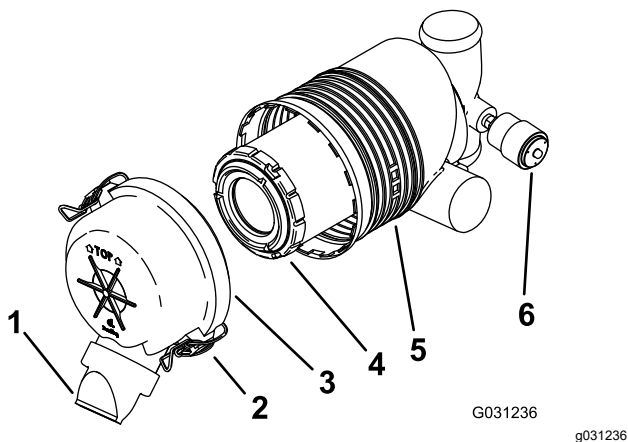

Figure 41
Important: Remplacez le filtre à air uniquement quand l'indicateur de colmatage est rouge (Figure 41). Changer le filtre à air prématurément ne fait qu'accroître le risque de contamination du moteur par des impuretés quand le filtre est déposé.
5. Ouvrez les verrous du filtre à air et détachez le couvercle du boîtier du filtre (Figure 41).
- Si l'indicateur de colmatage est transparent, reposez le couvercle du filtre à air, en orientant le capuchon protecteur vers le bas, et fermez les verrous (Figure 41).
- Sortez l'élément filtrant du boîtier du filtre avec précaution (Figure 41).
- Installez l'élément filtrant avec précaution (Figure 41).
- Reposez le couvercle du filtre à air, le capuchon protecteur dirigé vers le bas, et fermez les verrous (Figure 41).